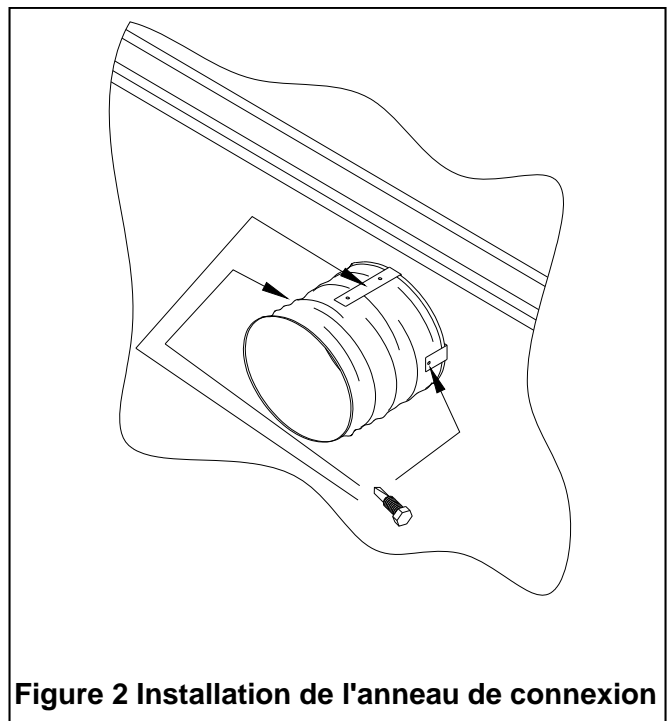

Figure 2 Installation de l'anneau de connexion
7. Insérez l'anneau de connexion dans le trou du foyer, à travers le revêtement, jusqu'au bourrelet. Utilisez trois des vis auto-taraudeuses fournies pour raccorder l'anneau de connexion aux trois languettes pré-percées (voir Figure 2). Vous pouvez utiliser l'un ou l'autre des deux trous sur la languette du dessus.